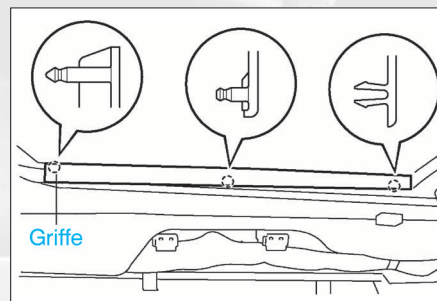

FIG. 80
- Déposer les caches des rails de guidage gauche et droit du toit ouvrant (Fig.80).